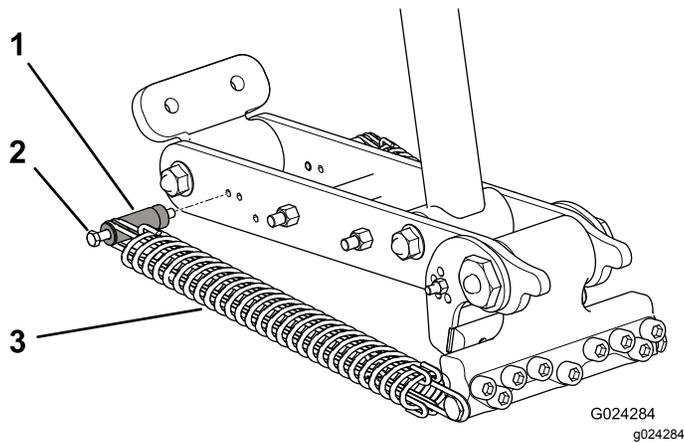
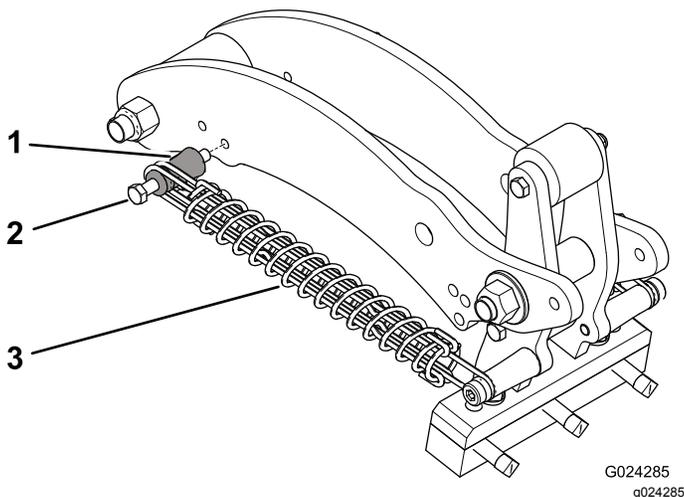

図 42
図 43
4. スプリング取り付けポストのボルトをリンクアームに固定するナットを取り外す 図 42または図 43。
5. 取り付けポストのボルトを外して取り付けポストをリンクアームから外し、これらをもう次の調整穴に差し込む 図 42または図 43。